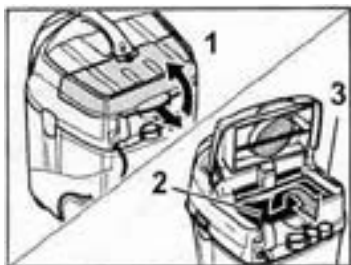

Abb. 13
- Filterabdeckung öffnen (1 Abb. 13)
- Flachfaltenfilter (2), bzw. Abluftfilter (3) wechseln.